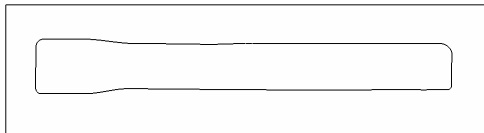

图 8-70 留下的边界线
在 PowerMILL “查看” 工具栏中, 单击 “普通阴影” 按钮 , 将模型隐藏, 单击 “从上查看 (Z)” 按钮 , 将模型边界摆成与屏幕平行位置。按住键盘下的 <Shift> 键, 拉框选择全部圆孔边、腰形槽边线, 然后单击键盘中的 <Delete> 键, 将它们删除, 保留的图线如图 8-70 所示。